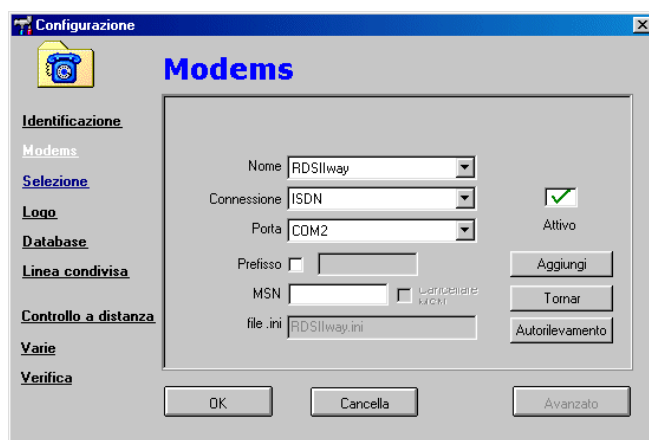

Fig. 14 – Selezione di altri modem con l'opzione Avanzato
- ➔ Se il modem del PC del Supervisor dell'utente non appare nell'elenco, si consiglia di cliccare sull'opzione "Avanzato" e sul pulsante "Autorilevamento" di cui è dotata l'applicazione. Si potrà altresì definire il modem selezionandolo nel menu a cascata del campo "Nome" dove, invece dei modem TAPI, verrà visualizzato un elenco di modem predefiniti. Nel selezionare il proprio modello di modem, il tipo di connessione verrà creato automaticamente anche se si dovrà indicare la porta COM cui è collegato. Compilare, se si desidera, i campi opzionali del prefisso e del numero MSN (per le linee ISDN) e al termine cliccare su "Aggiungi" per ripristinare la schermata precedente, nella cui tabella verrà ora visualizzato il modem definito (vedi Fig. 14).